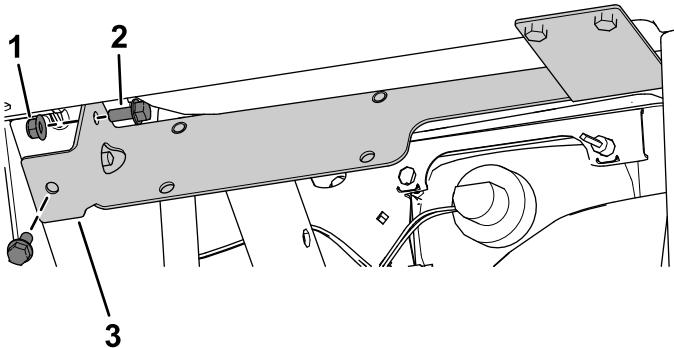

Рисунок 27
- D. Прикрепите левую сторону кронштейна обогревателя с помощью 2 болтов с фланцевыми головками ($5/16 \times \frac{3}{4}$ дюйма) и 2 фланцевых гаек ($5/16$ дюйма), как показано на Рисунок 27.